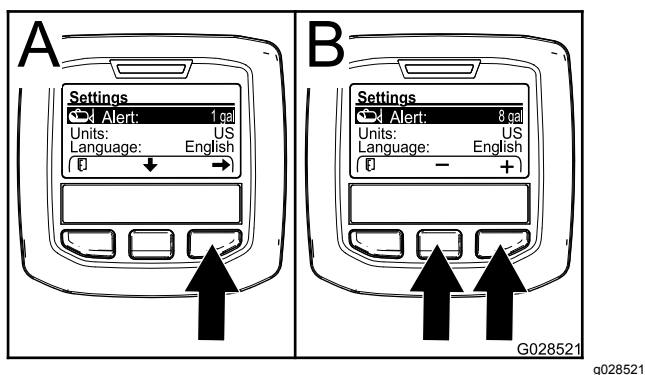

Bild 23
2. Drücken Sie die mittlere Auswahltaste, um die Warneinstellung zu markieren (Bild 23).
3. Drücken Sie die rechte Auswahl Taste (Bild 23).
4. Geben Sie mit der mittleren oder rechten Auswahl Taste eine Mindestmenge im Behälter an, bei der die Warnung beim Sprühen angezeigt wird (Bild 23).